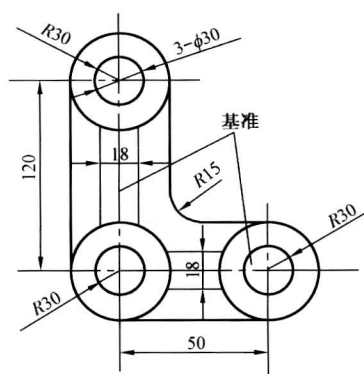

图 1-25 相互垂直的中心线基准类型
(2)以两条互相垂直的中心线为基准,示例如图 1-25 所示。